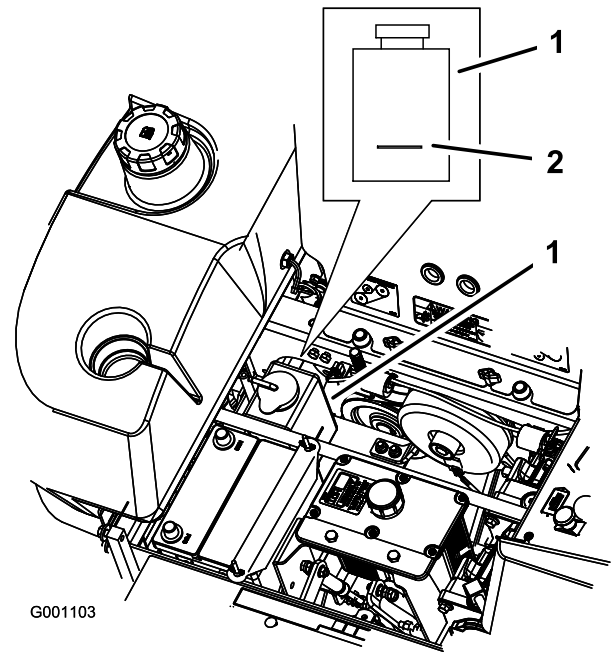

Figure 79
4. Lorsque le moteur est froid, vérifiez le niveau de liquide dans le vase d'expansion. Le liquide doit atteindre la bosse à l'extérieur du vase d'expansion (Figure 79).
5. Si le niveau de liquide est insuffisant, versez un mélange 50/50 d'antigel longue durée/Dex-Cool® et d'eau dans le vase d'expansion (Figure 79).
6. Versez une quantité suffisante de mélange 50/50 dans le vase d'expansion pour atteindre le trait de repère (Figure 79).